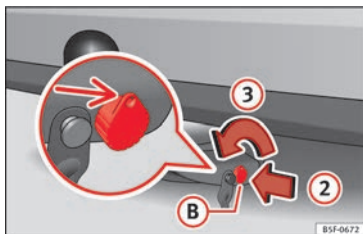

Fig. 231 Déverrouiller la serrure
- Introduisez la clé (B) dans la serrure dans le sens de la flèche (2) » fig. 231.
- Tournez la clé dans le sens de la flèche (3) de manière à ce que la partie trouée de la clé soit visible vers le haut.